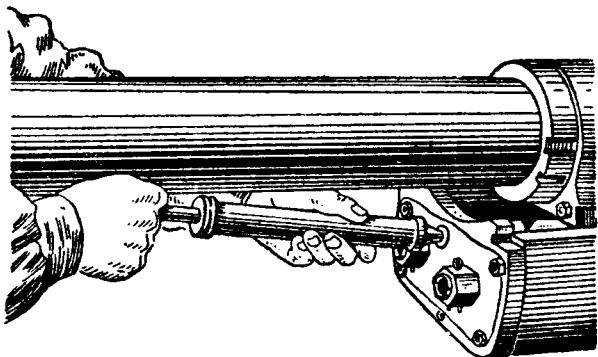

Рис. 7. Добавление жидкости в тормоз отката
- б) через коленчатую трубку добавлять шприцем жидкость до тех пор, пока она не будет выходить из коленчатой трубы (рис. 7);